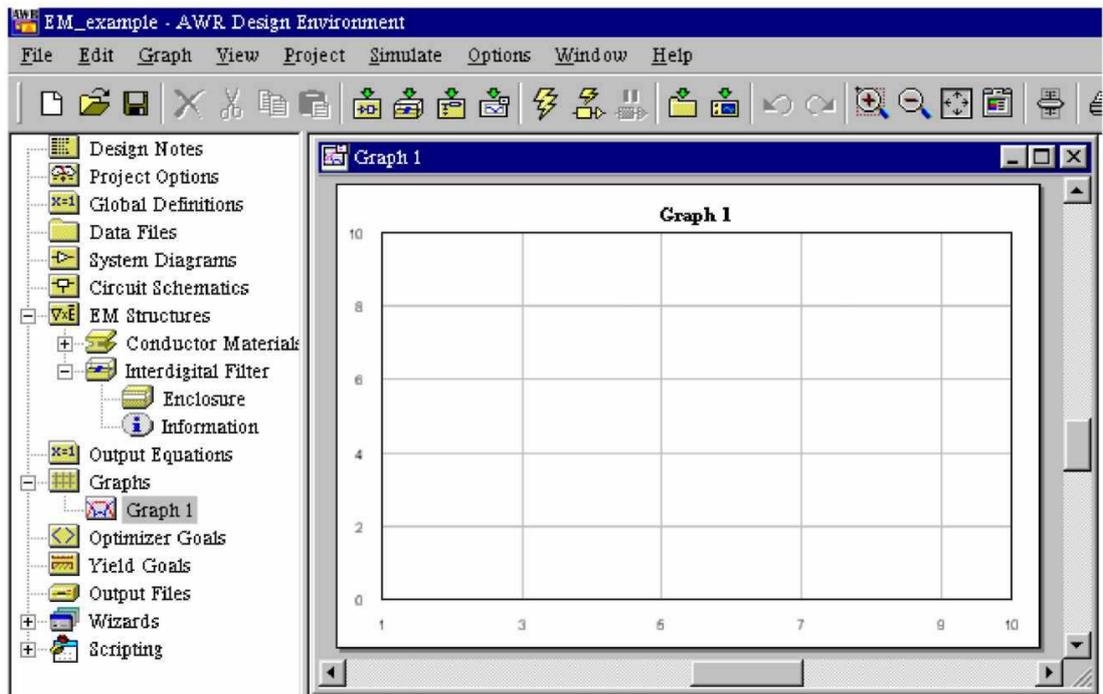

Рисунок 2.16 – Создание прямоугольного графика Graph 1
3. Кликните на окно Graph 1 для активизации его (Рисунок 2.16).